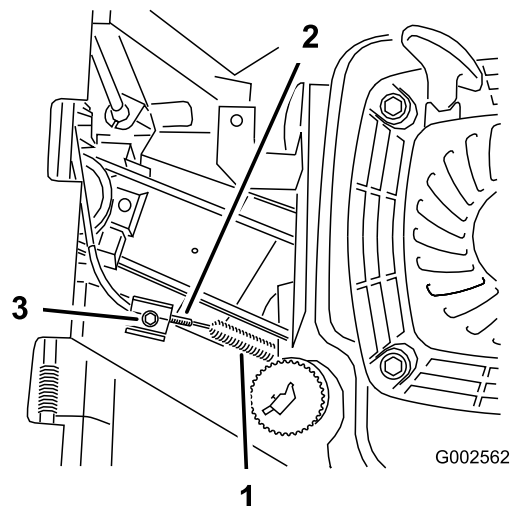

Bild 30
4. Lockern Sie die Kabelklemmschraube, bis sich der Bremszug verschieben lässt (Bild 30).